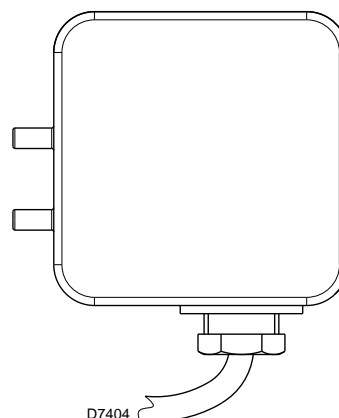

Fig. 19
- Regolare il pressostato aria (Fig. 19) ad inizio scala.
Eeguire la regolazione del pressostato aria (Fig. 19) dopo aver effettuato tutte le altre regolazioni del bruciatore con il pressostato aria regolato a inizio scala.